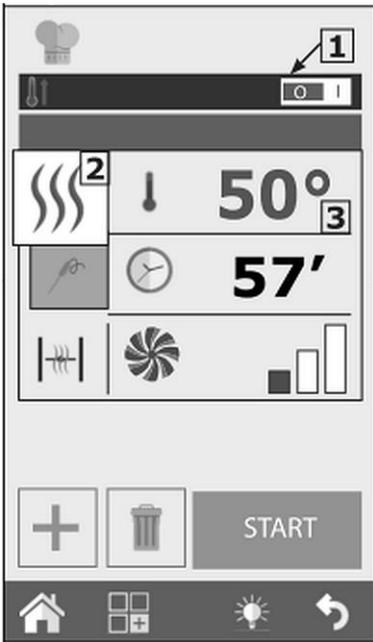
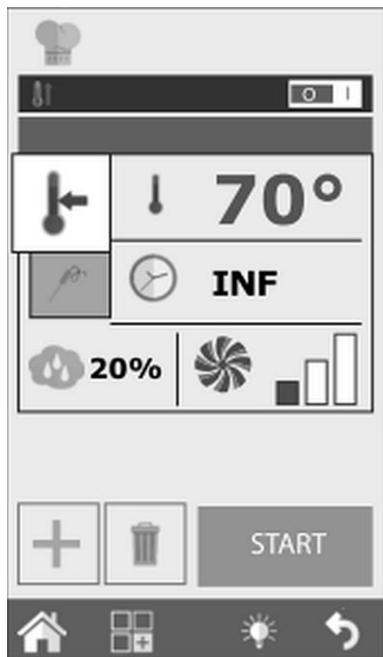

Fig. 10
Fig. 15
De plus, il est possible d'activer et de désactiver cette fonction en appuyant sur la touche 1 (Fig. 10) à droite ou à gauche.
La touche 2 (Fig. 10) est réglée par défaut sur le mode de cuisson **Convection**.
En appuyant sur la touche 3 (Fig. 10) , il est possible de régler la température de la chambre du four. La température, qui peut être réglée, est modifiée selon le mode de cuisson sélectionné.
2. Pour modifier la phase de cuisson en mode de maintien de la température, appuyer sur la touche Mode de cuisson (2, Fig. 10) et choisir le symbole MAINTIEN DE LA TEMPÉRATURE (Fig. 15).